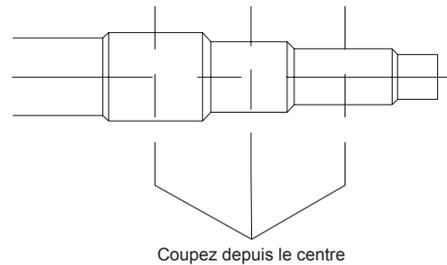

Fig. 4.3.3
- (2) Le collecteur possède plusieurs sections de tuyau de différentes tailles afin de faciliter le raccordement avec de nombreux tuyaux de différentes tailles. Utilisez un coupe-tuyau pour couper le tuyau de section dans le milieu avec différentes tailles, puis retirez les bavures. Voir Fig. 4.3.3.